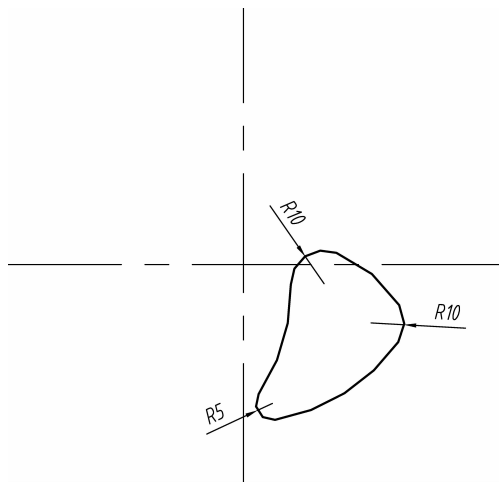

图 3-19 扇形完成图
(5) 作相应的倒圆角,完成连接圆弧,如图 3-19 所示。